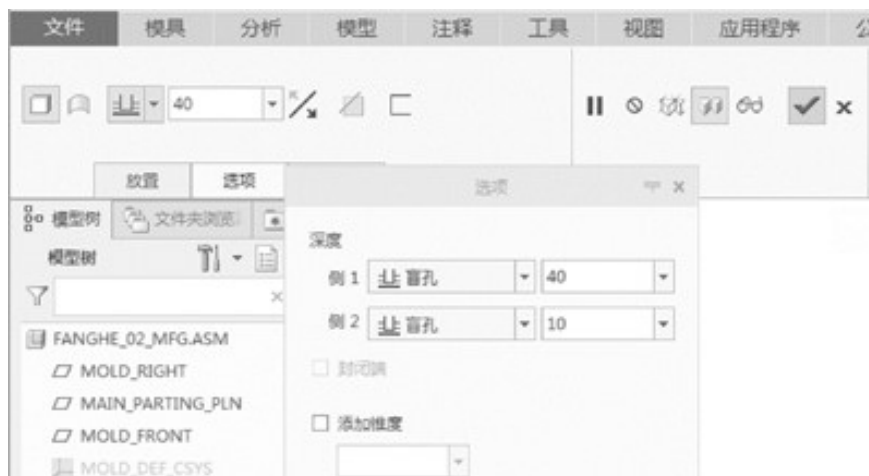

图2-20 设定“拉伸”参数
Step 12 在“拉伸”操控板中单击“拉伸为实体”按钮, 单击“选项”按钮, 在“侧1”下拉列表选择“盲孔”选项, 选择“深度”为40mm, 在“侧2”下拉列表中选择“盲孔”选项, 选择“深度”为10mm, 取消“添加锥度”的选中状态, 如图2-20所示。